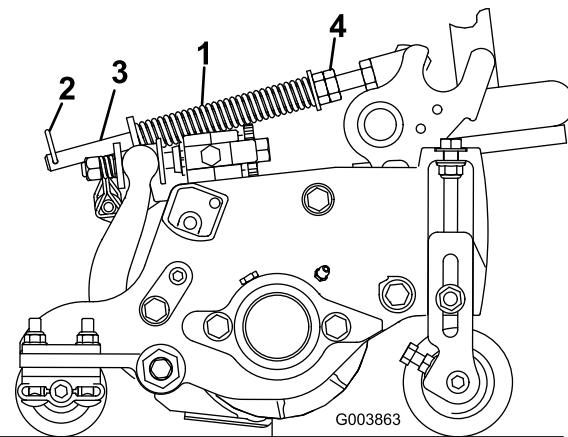

Figure 15
2. Serrez les écrous hexagonaux à l'extrémité avant de la tige de ressort jusqu'à ce que le longueur comprimée du ressort atteigne 5 pouces (12,7 cm) sur la Reelmaster 5410, tabliers de coupe 5 pouces ou 6,25 pouces (15.9 cm) sur la Reelmaster 5510 & 5610, tabliers de coupe 7 pouces (Figure 15).
Le ressort de compensation (Figure 15) transfère aussi le poids du rouleau avant au rouleau arrière. (Cela évite la formation d'ondulations à la surface de la pelouse.)
1. Vérifiez que la goupille fendue est insérée dans le trou de la tige de ressort (Figure 15).